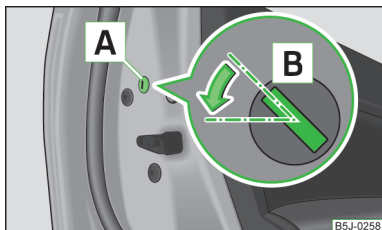

Fig. 13
- Smontare la mascherina **A** » fig. 13.